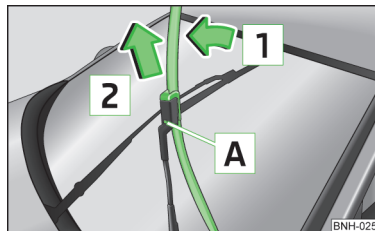

Fig. 142
- Ridicați brațul de ștergător de parbriz de pe parbriz, în sensul săgeții **1** » fig. 142.